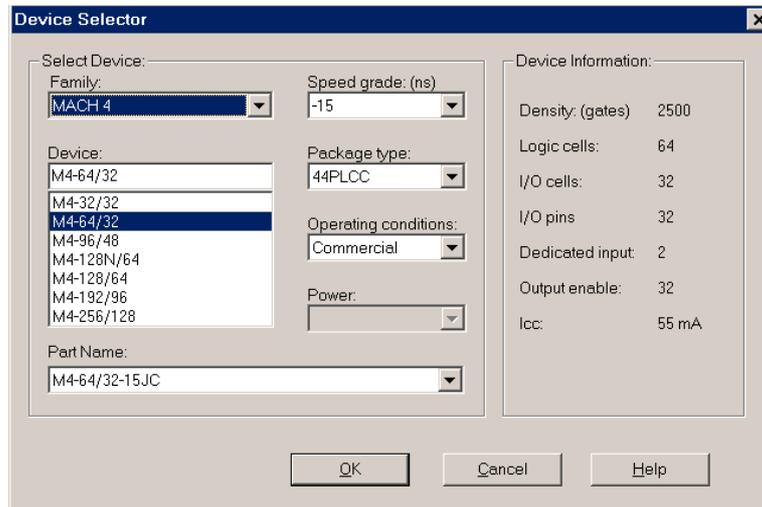

Figure 4
- En double cliquant sur ispLSI... dans la fenêtre hiérarchique, changer le PLD sélectionné. La fenêtre de sélection de la figure 4 apparaît. Choisir parmi les familles de PLD proposées le MACH 4, puis sélectionner le M4 64/32-15JC. Laisser les autres paramètres sur les valeurs par défaut (figure 4). Remarquer les informations indiquées par le logiciel dans le cadre « Device Information ».